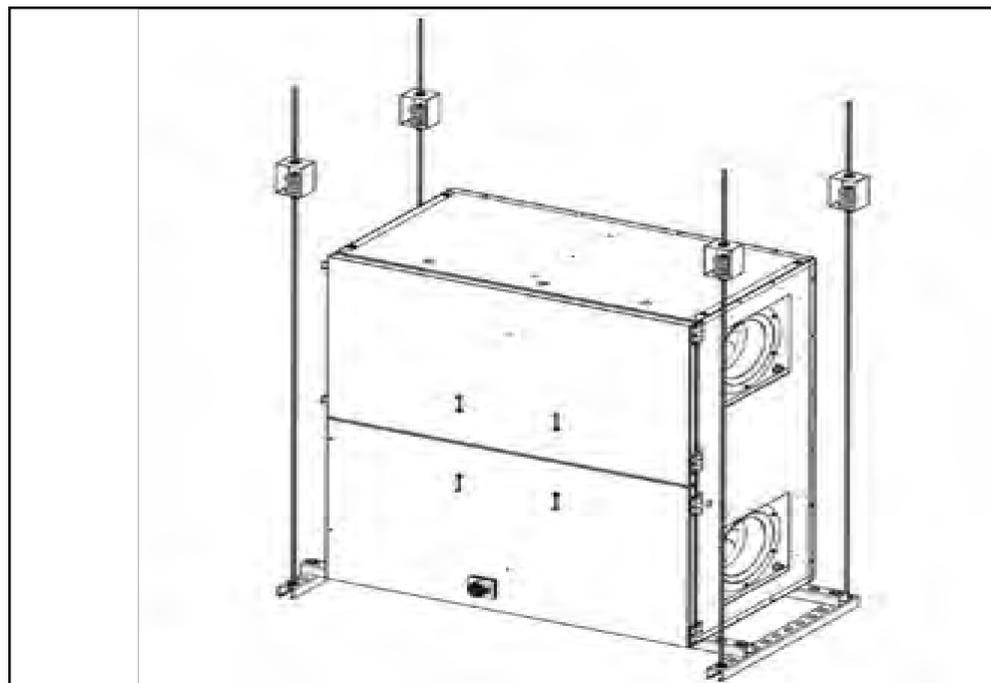

FIGURE 5.3.0 PLAFOND SUSPENDU AVEC ISOLATEURS DE VIBRATIONS OPTIONNELS
3.2.3 pour sélectionner les isolateurs avec les charges nominales appropriées. Les isolateurs sont conçus pour être utilisés avec une tige filetée de 3/8". Fixez la tige filetée aux rails de support de l'unité comme indiqué dans la figure 5.3.0. Pour plus de détails sur le montage, voir les fiches techniques des isolateurs en cliquant sur les liens ci-dessous.